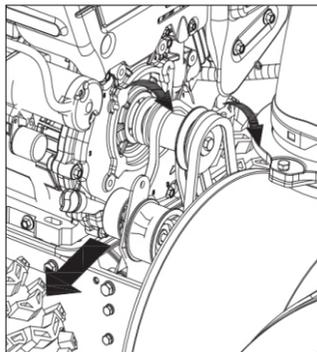

Рис. 36
- Снимите ремень привода колес со шкива двигателя (рис. 36).